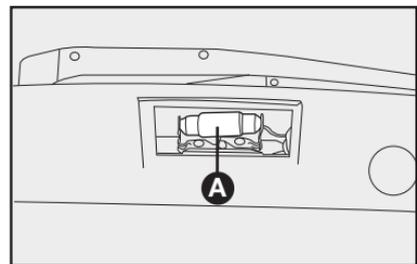

fig. 63
2) Retirar a lâmpada **A-fig. 63** de sua sede e substituí-la.